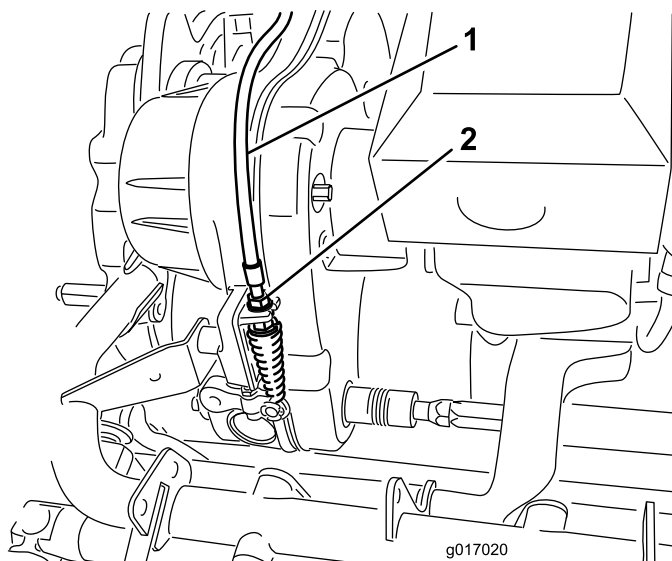

Figura 47
2. No anteparo da transmissão, ajustar o cabo de controle do cilindro (Figura 47) para atingir um comprimento de mola de 70,6 a 72,4 mm.